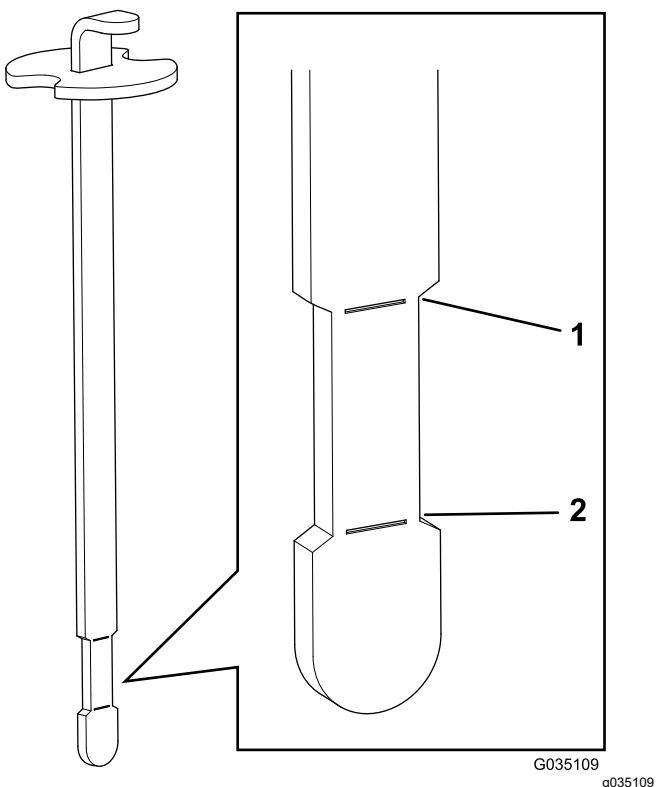

**Figure 17**
2. Nettoyez la surface autour du bouchon du réservoir hydraulique pour éviter que des impuretés ne tombent dans le réservoir (Figure 17).